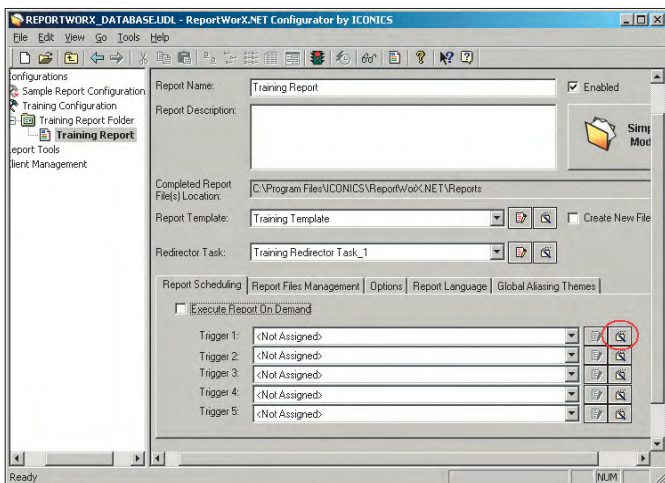

Рис. 30. Редактирование отчёта: Advanced mode
1. Для создания **триггера** (условия, определяющего, **когда** должен исполняться отчёт), перейдите на страничку редактируемого отчёта и нажмите кнопку **Advanced Mode** для доступа к дополнительным настройкам. Окно примет вид, показанный на рис. 30.
- Нажмите кнопку (Create New Trigger), расположенную справа от поля **Trigger 1**, как показано на рис. 30. При этом будет запущен **Trigger Wizard** (Мастер триггеров). В появившемся приглашении Мастера нажмите кнопку **Next**.